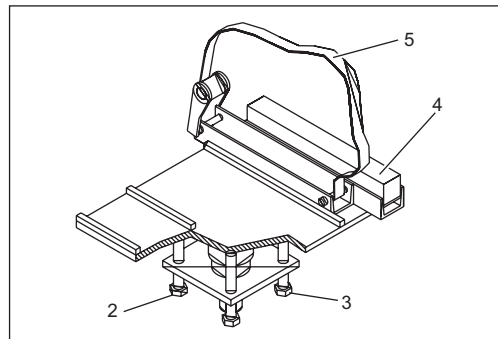

Fig. 6:
→ allentare le viti di fissaggio (Fig.6/4) degli elementi a scorrimento
- Modificare l'inclinazione in senso diagonale per passi successivi: allentare prima la vite (Fig.6/2), poi regolarla (Fig.6/3), ecc.